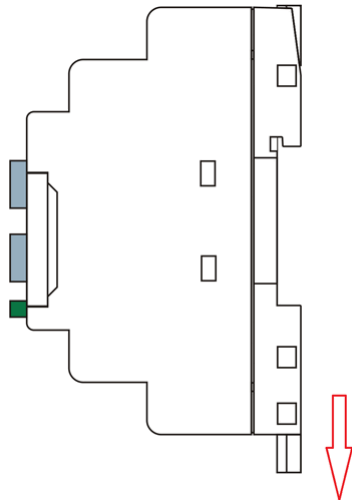

Рисунок 1.19 - Монтаж на DIN-рейку
1. Достаньте модуль из упаковки и сдвиньте нижнюю защелку наружу до фиксации в выдвинутом положении (рисунок 1.19).